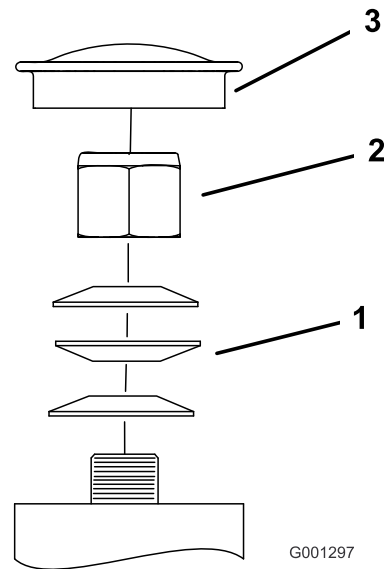

Figura 67
3. Retire el tapón guardapolvo de la rueda giratoria y apriete la contratuerca (Figura 67).
4. Apriete la contratuerca hasta que las arandelas de muelle estén planas, luego afloje $\frac{1}{4}$ de vuelta para establecer la pre-carga correcta de los cojinetes (Figura 67).
Importante: Asegúrese de que las arandelas de muelle están correctamente instaladas, según se muestra en Figura 67.
5. Coloque el tapón anti-polvo (Figura 67).